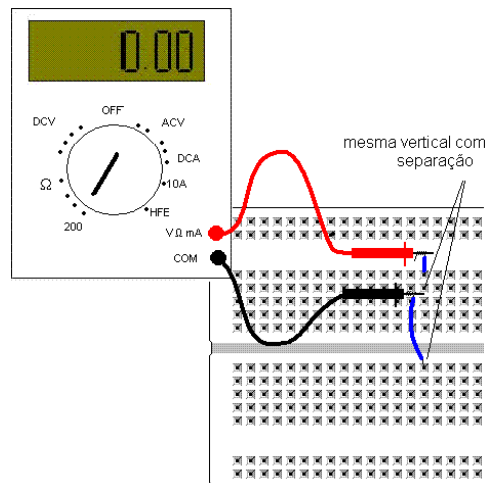

Figura 3 – Medindo a resistência entre pontos na mesma vertical separados
- 3) Inserir os terminais do multímetro em dois pontos que estão em uma mesma vertical mas separadas pelo separador, Figura 3.